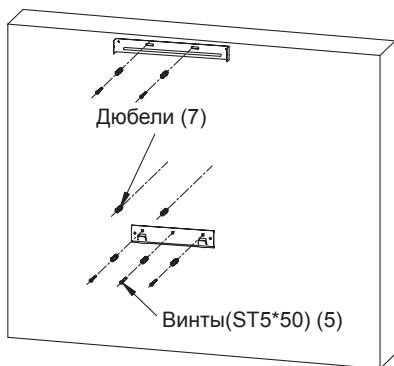

Рис. 4
- Закрепите кронштейны вытяжки и телескопической трубы, закрепите кронштейн вытяжной трубы дюбелями на стене. См. Рис. 4.